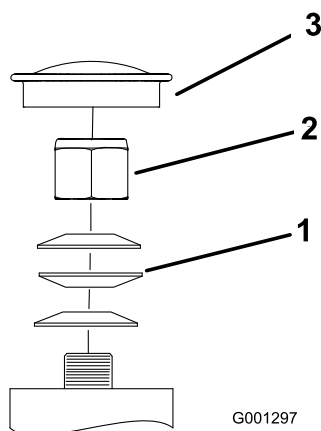

Figura 53
3. Retire el tapón anti-polvo de la rueda giratoria y apriete la contratuerca (Figura 53).
4. Apriete la contratuerca hasta que las arandelas de muelle estén planas, luego afloje 1/4 de vuelta para establecer la pre-carga correcta de los cojinetes (Figura 53).
Importante: Asegúrese de que las arandelas de muelle están correctamente instaladas, según muestra Figura 53.
5. Coloque el tapón anti-polvo (Figura 53).